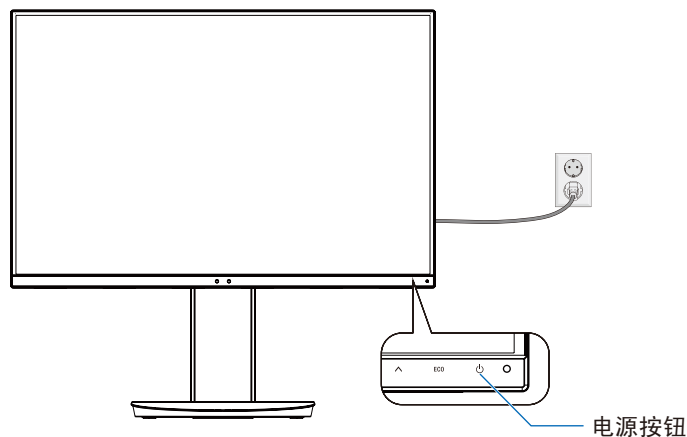

图 E.1
8. 触按 [⏻] 键打开显示器，然后打开计算机（图 E.1）。